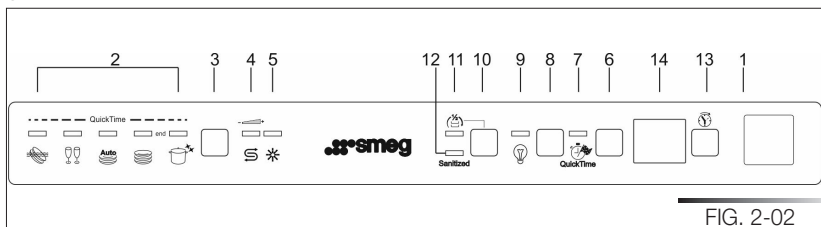

FIG. 2-02
Le lave-vaisselle est doté d'un bandeau de commande (voir fig. 2-02) au moyen duquel il est possible d'effectuer toutes les opérations de mise en marche, programmation et arrêt.
Pour exécuter les programmes **6, 7, 8, 9, 10**, appuyer, après avoir sélectionné le programme standard de votre choix, sur le **bouton option « quick time »** (rep. 6, fig. 2-02).
Quand on appuie sur la touche marche/arrêt (réf. 1 fig. 2-02), on met le lavevaisselle sous tension. Il faut ensuite attendre l'allumage de l'un des **voyants programmes** (réf. 2 fig. 2-02).
- Appuyer sur la touche sélection programmes (réf. 3 fig. 2-02) le nombre de fois qu'il faut pour que le voyant correspondant au programme souhaité s'allume (réf. 2 fig. 2-02).
- Pour annuler le programme en cours, il faut, après avoir ouvert la porte, appuyer sur la touche de **sélection programmes** (réf. 3 fig. 2-02) et la maintenir appuyée pendant quelques secondes jusqu'à ce que les voyants du quatrième et du cinquième programme s'allument en même temps (réf. pr.4, pr.5 fig. 2-03).
Avant de sélectionner le **départ différé**, ouvrir la porte du lave-vaisselle et sélectionner le programme de lavage souhaité (voir parag. 2.2 “Sélection du programme de lavage, mise en marche et arrêt”). La sélection du temps de retard s'effectue en appuyant sur la touche Départ différé (réf. 11 fig. 2-02) ; quand on appuie plusieurs fois sur la touche, l'afficheur visualise en séquence les temps de retard pour le démarrage du programme, à partir de **1 heure**.
Pour arrêter l'appareil, ouvrir la porte et appuyer sur la touche **marche/arrêt** (réf. 1 fig. 2-02).